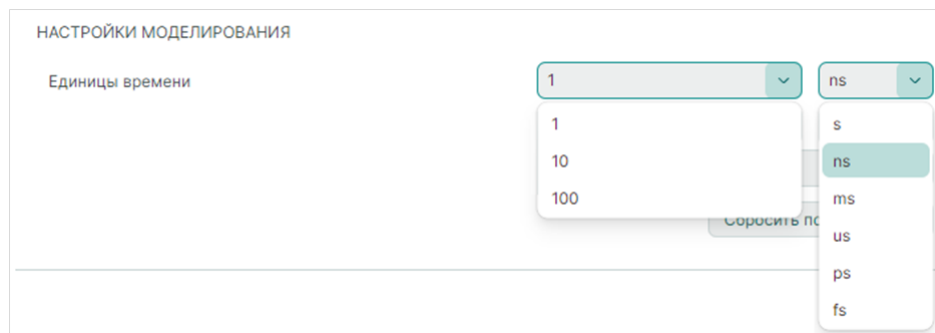

Рис. 132 Выбор единиц времени
- «Единицы времени» – выбор основной единицы измерения при моделировании. Значение по умолчанию составляет 1 наносекунда, см. Рис. 132.